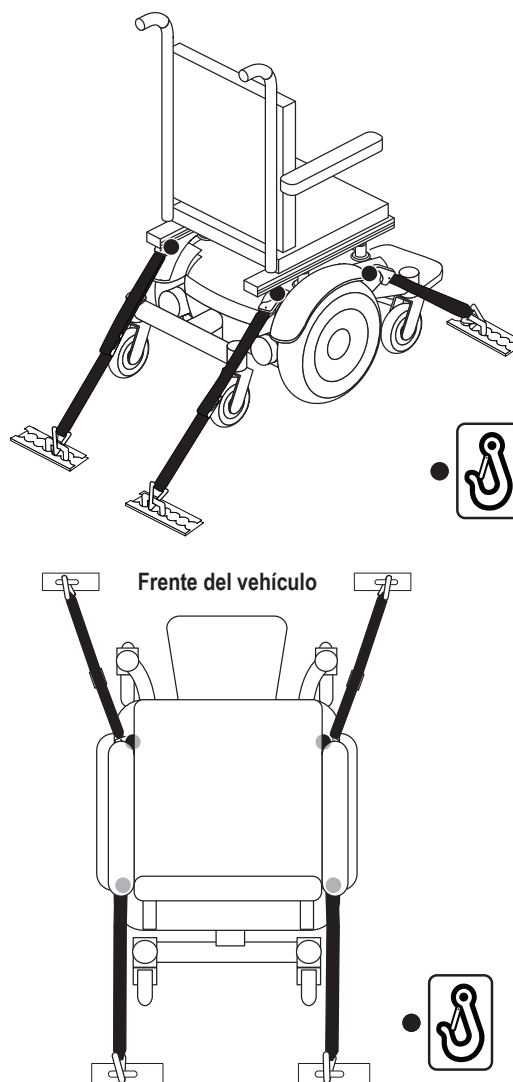

Figura 7. Puntos de sujeción del sistema de transporte no ocupado
- Coloque el punto de anclaje para las correas de amarre traseras directamente detrás de los puntos de sujeción traseros de la silla eléctrica. Las correas de amarre delanteras deben anclarse a puntos del piso que estén más separados que la silla eléctrica para brindar mayor estabilidad. **Ver figura 7.**